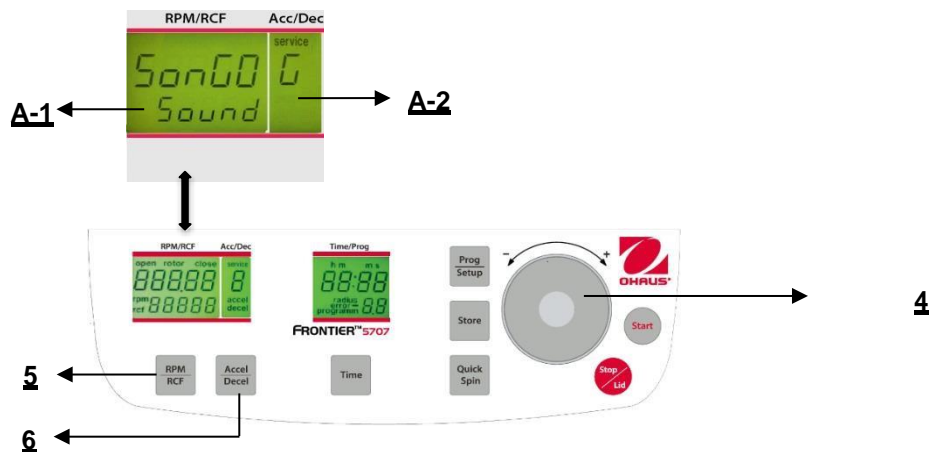

Figura. 31
Procedere come descritto al punto 4.1.2 per inserire questa modalità programma e poi premere il tasto "**Accel/Decel**" (6). Sul display "**Acc/Dec**" (A-2) lampeggia la parola "**Service**". Selezionare adesso la lettera "**G**" con la quadrante di regolazione (4). Di conseguenza, sul display "**RPM/RCF**" (A-1), appare la parola "**VSonGo/Sound**". Dopo aver premuto il tasto "**RPM/RCF**" (5), è possibile selezionare una suoneria con la quadrante di regolazione(4). (Vedere figura 31)